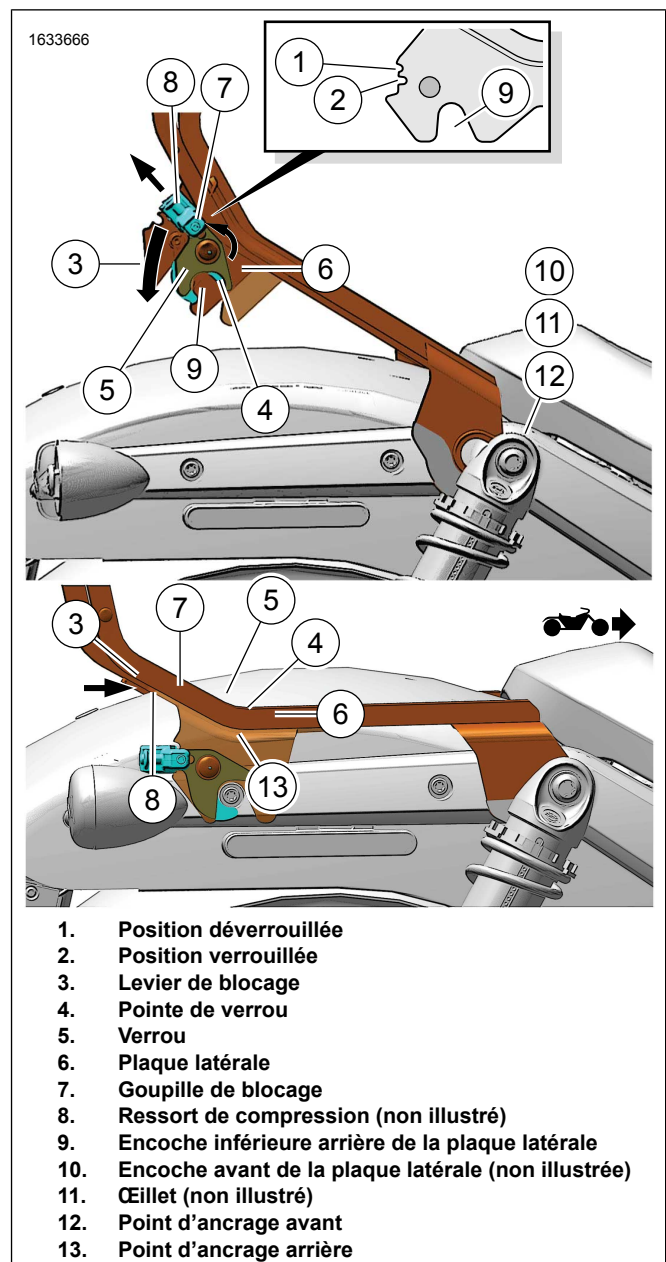

Figure 2. Retrait/installation du dossier amovible
- Figure 2 Tirer les deux leviers de blocage (3) vers l'arrière à partir de la position de verrouillage (2) contre le ressort de compression (8).
- Lorsque les leviers pivotent vers le haut, la pointe des loquets (4) entre en contact avec les points d'ancrage arrière (figure 2, composant 13).
- Cette action soulève l'arrière des plaques latérales de l'appui-dos (6) et les libère des points d'ancrage.
- Les ressorts (8) ramèneront chaque levier en position déverrouillée (1).
- Tirer les plaques latérales du dosseret à l'écart des points d'ancrage de la suspension avant. Ne pas excéder l'angle illustré en Figure 2.
- Figure 2 Tirer sur les deux leviers de blocage (3) vers l'arrière contre le ressort de compression (8, pas visible).
- Faire pivoter les leviers vers le haut pour que chaque pointe de loquet (4) soit positionnée à l'intérieur de l'encoche inférieure arrière (9) de la plaque latérale (6).
- Chaque goupille de blocage (7) est maintenant située dans l'encoche la plus élevée (position déverrouillée).
- Le ressort de compression (8) à l'intérieur du levier de blocage maintient le loquet (5) en position déverrouillée.
- Avec les œillets bien en place, pousser les encoches avant de la plaque latérale (10) fermement et uniformément dans les points d'ancrage de la suspension **avant** (12).
3. Balancer l'arrière des plaques latérales du dossier (6) vers le bas vers les points d'ancrage **arrière** (13).
- a. Lorsque les plaques latérales (6) se déplacent vers le bas, les loquets entrent en contact avec la surface en plastique des points d'ancrage **arrière**.
4. Alors que les points d'ancrage entrent en contact avec les loquets, chaque pointe de loquet (4) est poussée vers le haut.
- a. Ce mouvement provoque le déplacement de la goupille (7) vers le bas dans la position (2-verrouillée) la plus basse de la plaque latérale.
- b. Les ressorts (8) verrouillent chaque loquet fermement en place autour des points d'ancrage **arrière**.